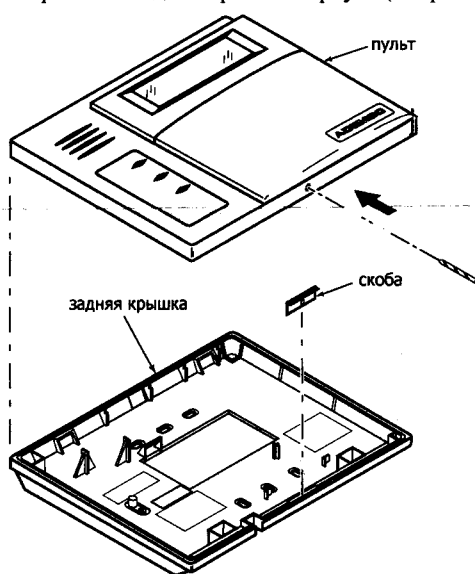

Рис. 3. Установка запирающей скобы (по требованию)
- Просверлите отверстие для крепежного винта на задней крышке пульта (см. рис. 3).